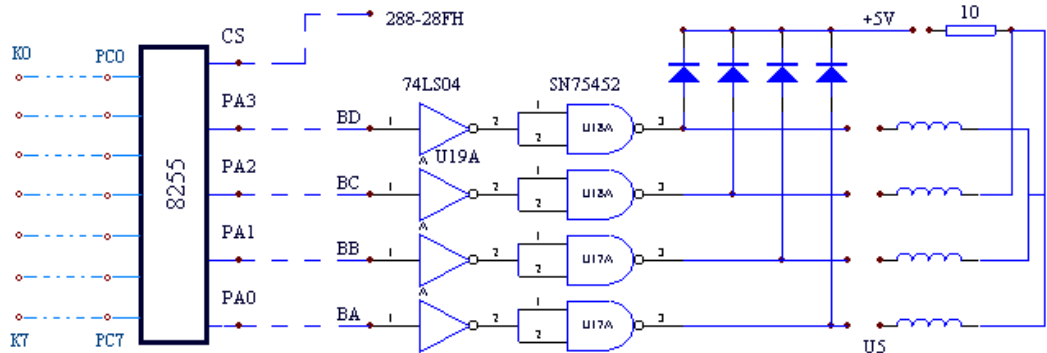

图4-19-1
- 1、按图4-19-1连接线路，利用8255输出脉冲序列，开关K0~K6控制步进电机转速，K7控制步进电机转向。8255 CS接288H~28FH。PA0~PA3接BA~BD；PC0~PC7接K0~K7。